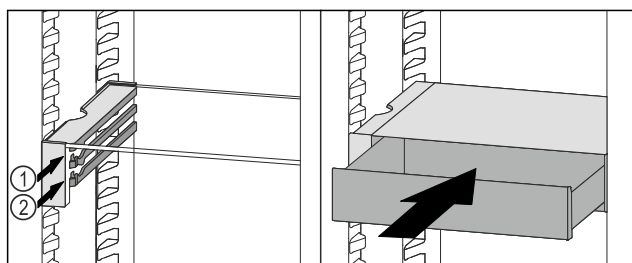

Fig. 87
- VarioSafe-Schubfach hinter den Stopperrn auf gewünschter Rippe Fig. 87 (1) oder Fig. 87 (2) aufsetzen.